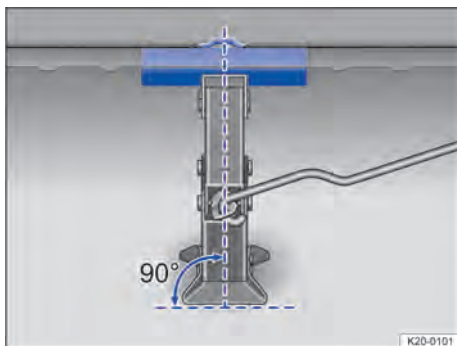
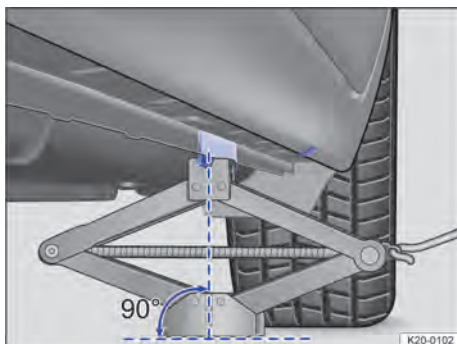

Fig. 259 Gato colocado en el lado izquierdo del vehículo, en la zona trasera.
Fig. 260 Gato colocado en el lado izquierdo del vehículo, en la zona trasera.
10. Asegúrese de que toda la base del gato descansa firmemente sobre el suelo y de que se encuentre en vertical exactamente debajo del punto de apoyo → fig. 259 y → fig. 260.
11. Centre el gato y siga subiéndolo con la manivela hasta que la garra sujete el punto de apoyo para el gato situado debajo del vehículo → fig. 260.
- Coloque el gato solamente en los puntos descritos. La garra del gato deberá sujetar bien el refuerzo del larguero inferior → fig. 260.